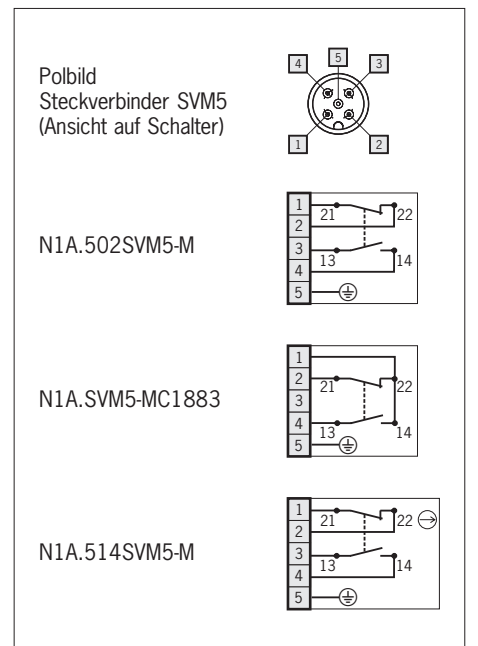

Bild 7: Steckerbelegung Steckverbinder M12
- ▶ Steckerbelegung siehe Bild 7.